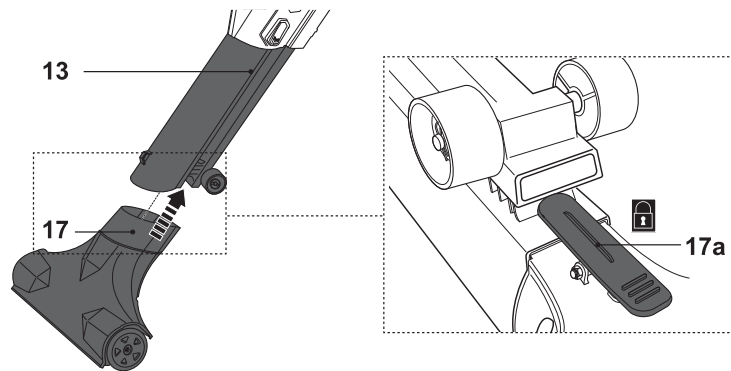

Fig. 6
> Alinee e inserte completamente el cabezal para suelos (17) en el tubo telescópico (13) (Fig.6). Asegúrese de que el cierre encaje en su lugar.